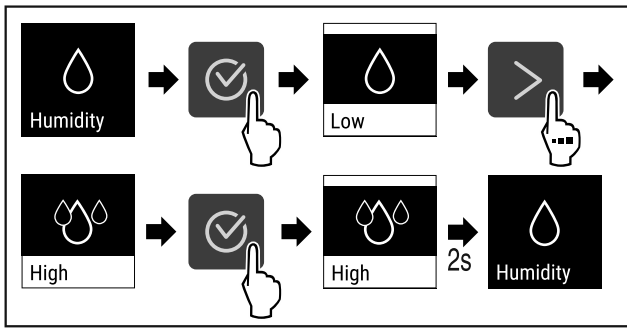

Fig. 94
- ▶ Efectuați pașii de acțiune (vezi Fig. 94) .